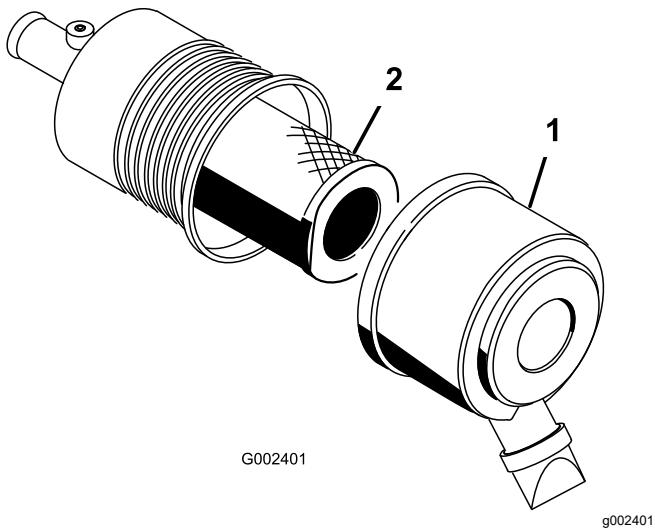

Figure 59
1. Déverrouillez le filtre à air et détachez le couvercle du boîtier du filtre (Figure 59).
3. Sortez l'élément filtrant du boîtier du filtre à air avec précaution (Figure 59).
5. Insérez le filtre sur le tube du boîtier avec précaution (Figure 59).
6. Reposez le couvercle du filtre à air, le côté en haut, et verrouillez-le (Figure 59).